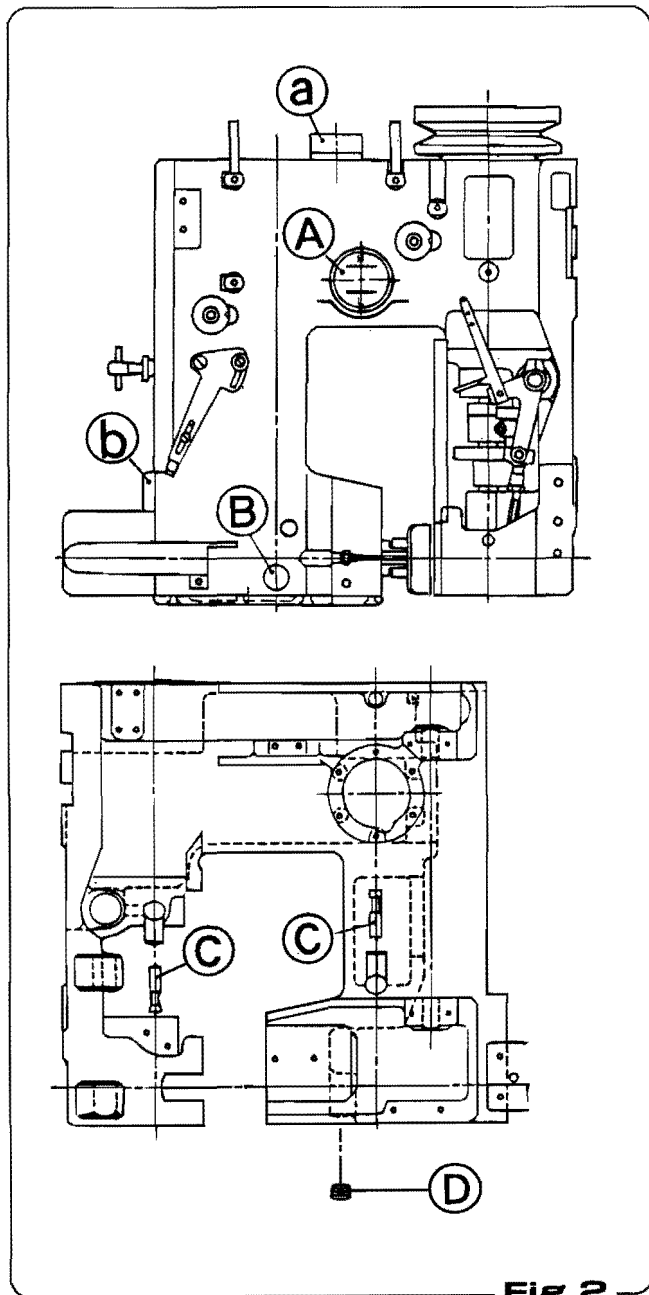

Fig.2
Approximately 1,600cc should be used. (Fig.2)
- b) Remove cover (b) and fill with oil so that level reaches the 'red point' indicator (B). Approximately 140 cc should be used. (Fig.2)
As indicated (Fig.2) oil is drained from the machine by rotating and un-plugging (C, D).
- a) オイルレベル(A)部に油を注油するには(a)の給油口蓋をはずしてオイルレベルのレベル"H"まで注油して下さい。注油量は約1600ccです。(Fig.2)
- b) オイルレベル(B)部に油を注油するには(b)の給油口蓋をはずして赤丸の部分まで注油して下さい。注油量は約140ccです。(Fig.2)
- b) 油を抜くときは、図のようにプラグ(C), (D)をはずして下さい。(Fig.2)